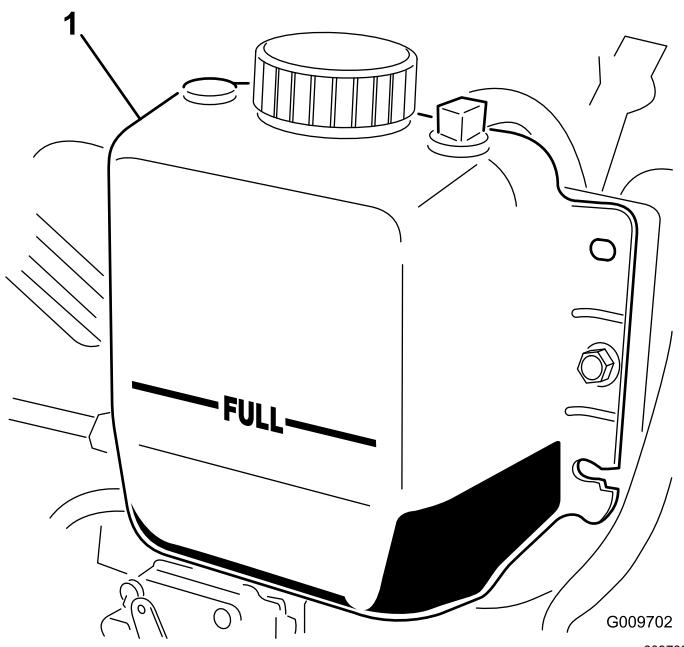

Figura 37
- Nota:** O radiador deverá encontrar-se cheio de líquido até ao cimo do tubo de enchimento e o nível de líquido no depósito de expansão deverá atingir a marca Cheio (Figura 37).